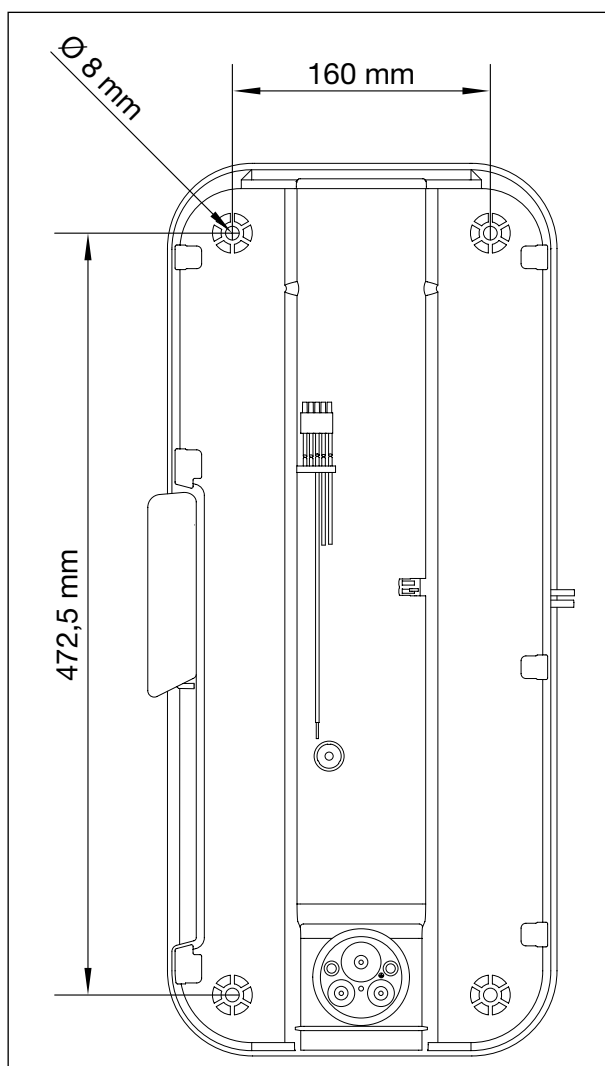

Bild 8: Laddboxens baksida med hålbild
❶ Rita ut hål vågrätt och lodrätt på monteringsväggen enligt bild 8.